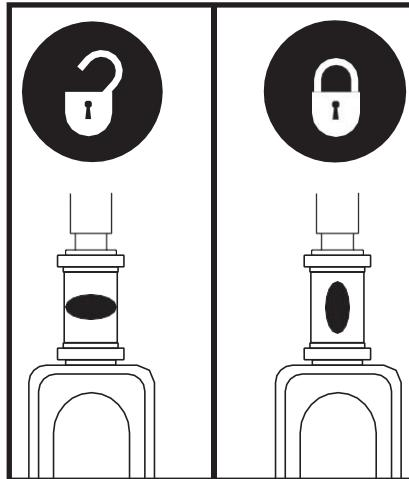

Figura 32. Botón de bloqueo del manillar
1. Retire la llave del interruptor de llave y, a continuación, bloquee el manillar en posición de línea recta empujando el botón de bloqueo del manillar y girándolo en sentido horario 90°. Ver **Figura 32**. La rueda delantera debe estar orientada hacia delante para poder bloquear el manillar.
6. Desbloquee el manillar girando el botón de bloqueo del manillar 90° en sentido antihorario. Ver Figura 32.